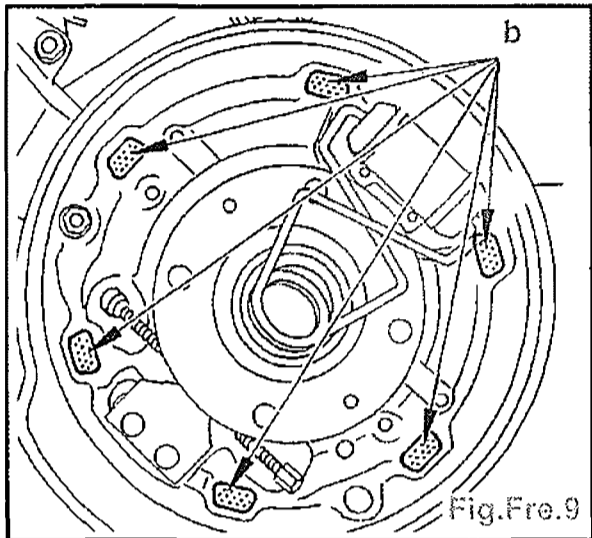

Fig.Fre.9
- Graisser légèrement les 6 points d'appui (b) des segments de frein sur le plateau de frein (Fig.Fre.9).